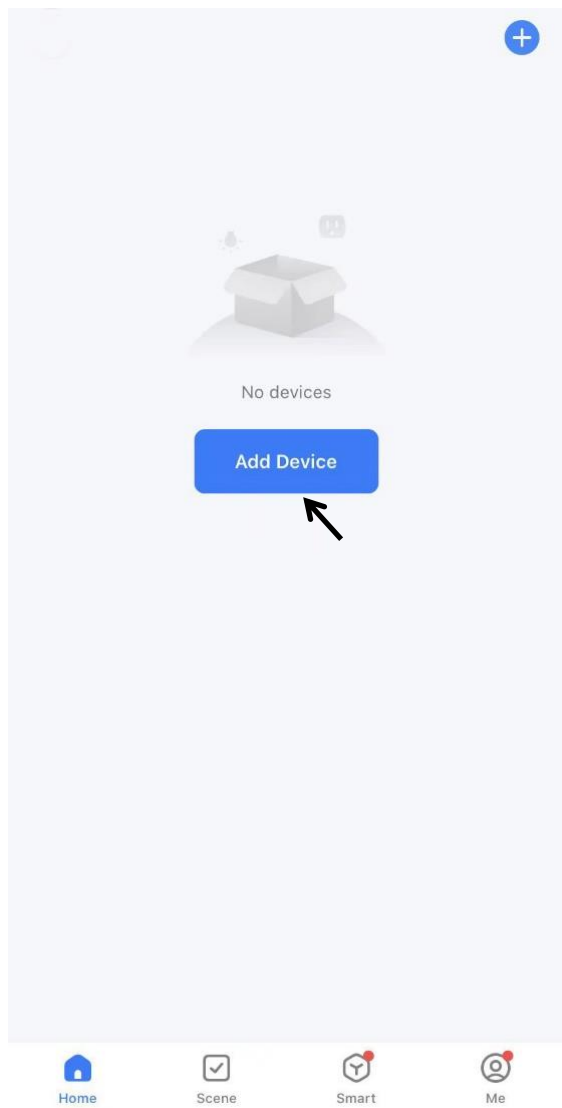

Bild 1
- Enheten skall installeras på en plan yta där luftutblåset inte kommer att blockeras. Avståndet som krävs runt enheten skall vara minst 30 cm. **(bild 1)**.
2. Registrera dig eller logga in på ditt konto på APP. Tryck på "+" i det övre högra hörnet eller på knappen "Add Device" för att lägga till din enhet. (bild 1)